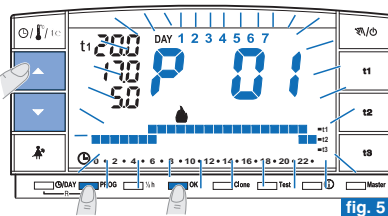

fig. 5
- Si en cambio, desea seleccionar otro programa (fig. 5) pulsar por impulsos la tecla PROG (o las teclas ▲▼) hasta visualizar en pantalla el programa que se desea (P02 invierno o P03 verano), por tanto pulsar la tecla OK.